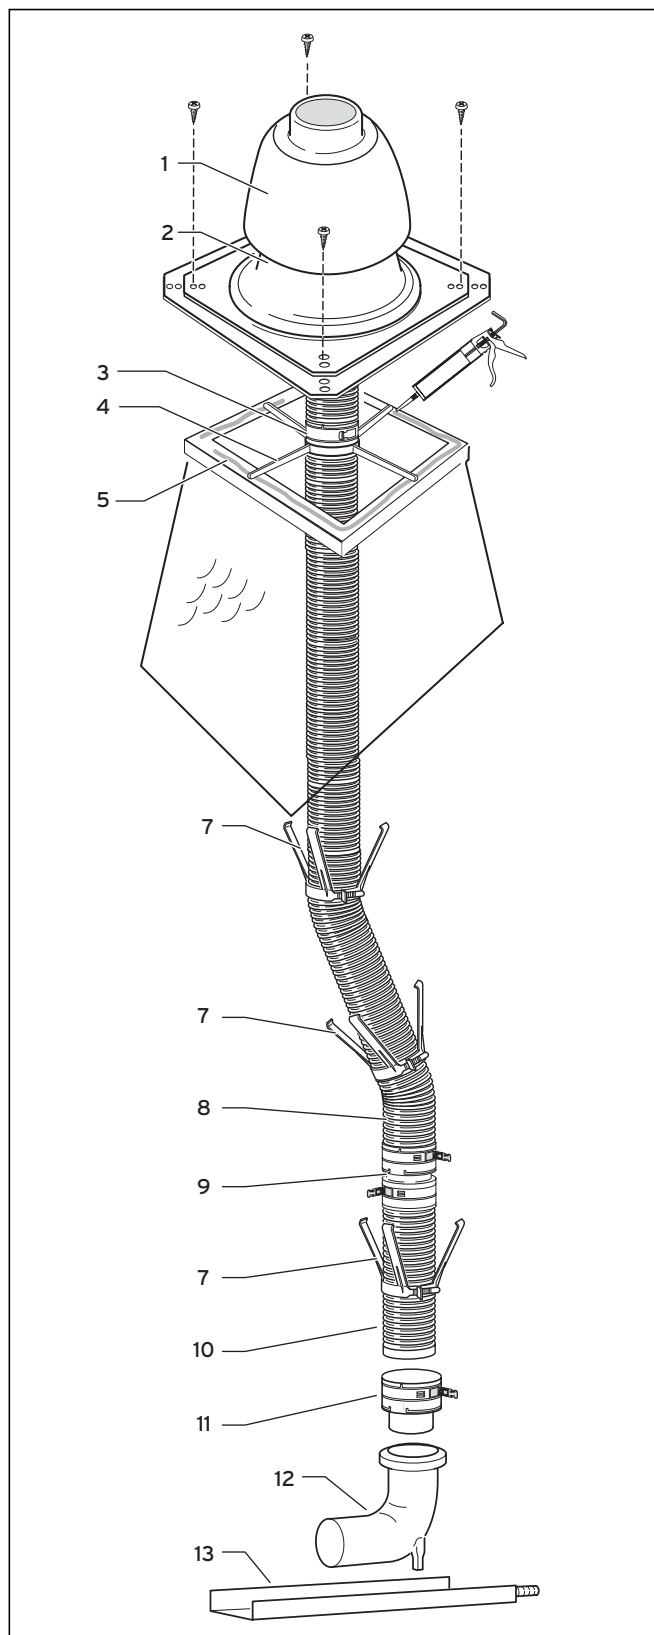

Fig. 6.21 Montaje del conducto flexible de evacuación de gases
- Encaje el extremo inferior del conducto de evacuación de gases (10) hasta el tope en el elemento encajable (11) y fíjelo con los cierres de clic.
- Monte los distanciadores (7, ver fig. 6.21) a una distancia máxima de 2 m en el conducto.
- Desplace la cruz de montaje (4) por encima del conducto (8) hasta la campana, ver fig. 6.21.
6.7.3 Montar la cubierta de plástico (PP)
- Desplace el anillo de empalme (3) por encima del conducto (8) y fíjelo con los cierres de clic por encima de la cruz de montaje (4). El conducto cuelga ahora de la cruz de montaje (4).
- Selle el borde de la boca (5) con silicona.
- Fije el pie de la campana (2, fig. 6.21) al borde de la boca con cuatro tornillos.